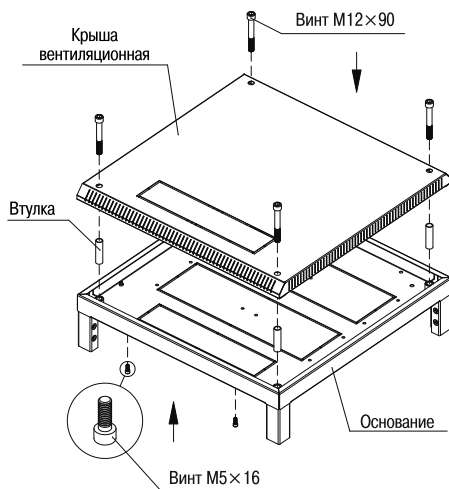
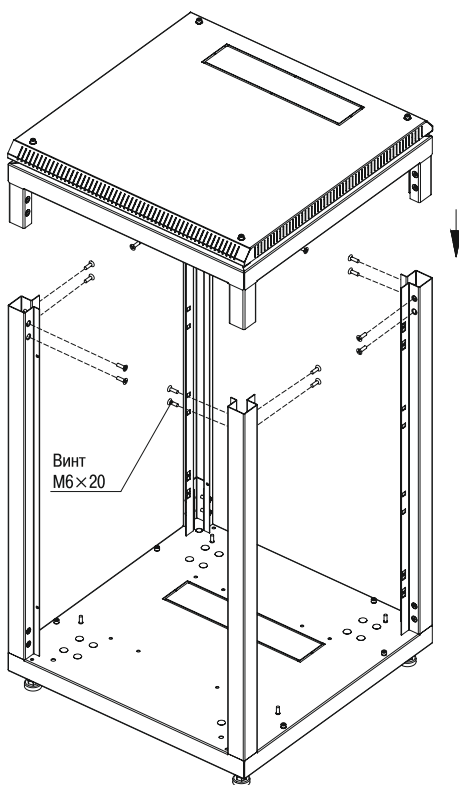

Рисунок 2. Верхнее основание
Рисунок 4
3.1.2 Соедините и закрепите верхнее основание с крышей вентиляционной, установите винты M5x16 (2 шт.) с цилиндрической головкой (рисунок 2).
3.1.4 Вставьте в стойки собранный узел «основание – крыша» (рисунок 2), закрепите винтами (рисунок 4).